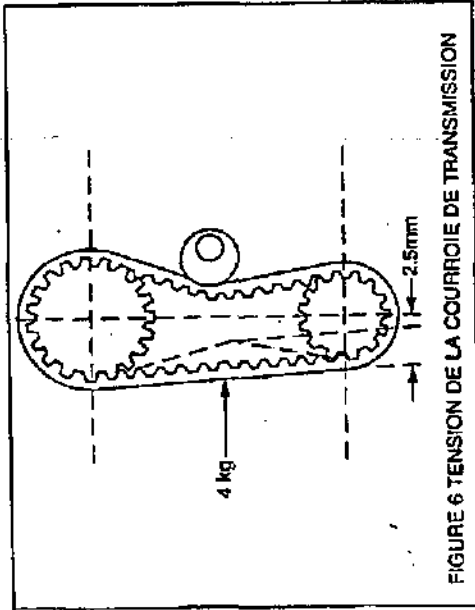

FIGURE 6 TENSION DE LA COURROIE DE TRANSMISSION
**Tension de la Courroie de Transmission (voir la figure 6)**